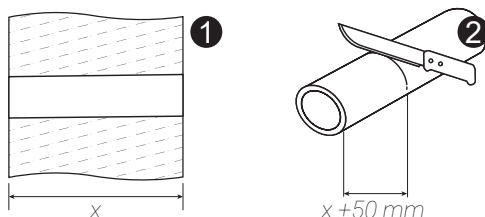

Рисунок 4.2 – Подготовка теплоизоляционной трубы к установке в канал воздуховода
4.2.5. Подготовьте теплоизоляционную трубу с внутренним диаметром 89 мм и толщиной стенки до 20 мм для канала воздуховода. Труба должна быть выполнена из вспененного полиэтилена марки Тилит Супер или его аналогов. Длина трубы должна быть равна глубине канала воздуховода с запасом не менее 50 мм (рис. 4.2, поз. 1 и 2)
4.2.8. Вставьте трубу с решеткой в канал воздуховода аккуратными вращательными движениями (ламели решетки должны быть направлены вниз), не допуская повреждения геометрии трубы (рис. 4.2, поз. 2). При этом вентиляционная решетка должна оказаться в один уровень с внешней стороной стены дома.
4.2.9. Выступающий из канала воздуховода внутрь помещения конец трубы отрежьте в один уровень со стеной (рис. 4.2, поз. 3).
4.2.10 Нанесите непрерывным контуром нейтральный силиконовый герметик или полимерный монтажный клей без запаха между утеплителем и поверхностью воздушного канала (рис. 4.2, поз. 4).